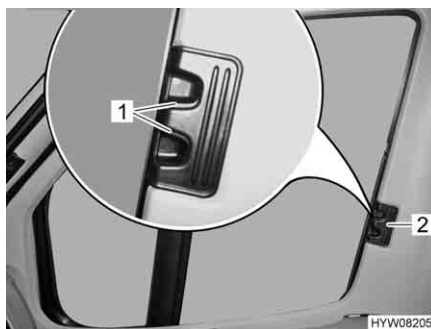
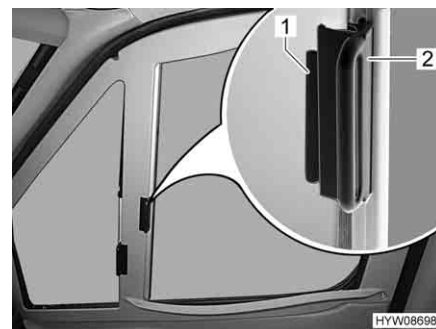

Fig. 41 Tendine oscuranti pieghevoli per il finestrino del conducente/passaggero (Fiat)
Fig. 42 Tendine oscuranti pieghevoli per il finestrino del conducente/passaggero (Mercedes-Benz)
- A seconda del tipo di tendina oscurante, premere e tenere premute le levette di bloccaggio (Fig. 41,1).
- Con la levetta (Fig. 41,2 o Fig. 42,2) tirare le tendine oscuranti pieghevoli per il finestrino del guidatore e del passeggero verso l'altro lato della finestra e congiungerle alle strisce magnetiche.
- Inserire fino all'arresto le tendine oscuranti pieghevoli per il finestrino del guidatore e del passeggero per la maniglia (Fig. 41,2 o Fig. 42,2).
- Rilasciare le levette di bloccaggio (Fig. 41,1) e farle innestare, oppure spingere l'impugnatura (Fig. 42,2) fino al sopralzo (Fig. 42,1).